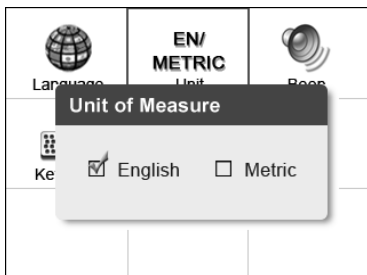

Figura 3.4
- 2) Desde la pantalla de **configuración del sistema**, utilice el botón de desplazamiento **LEFT/RIGHT** para seleccionar la unidad de medida y oprima el botón **OK**. (Figura 3.4 )